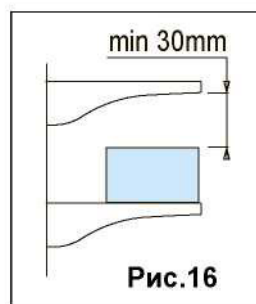

Рис.16
- Между товаром и полкой вверху оставляйте приблизительно 30 мм (Рис. 16);